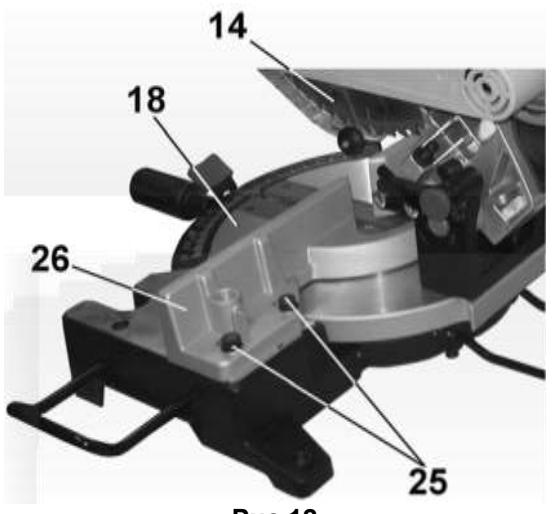

Рис.12
**10.7. Установка фронтального упора под углом 90° к пильному диску (Рис.12)**